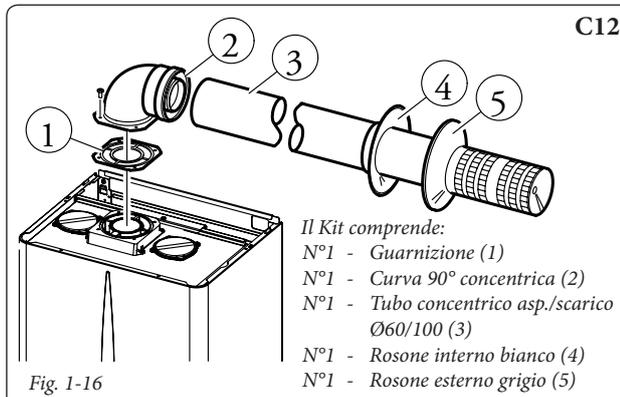

Fig. 1-16
Kit orizzontale di aspirazione - scarico Ø60/100. Montaggio kit (Fig. 1-16): installare la curva con flangia (2) sul foro centrale della caldaia interponendo la guarnizione (1) e serrare con le viti presenti nel kit. Innestare il tubo terminale (3) con lato maschio (liscio), nel lato femmina (con guarnizioni a labbro) della curva (2) sino a portarlo in battuta, accertandosi di avere già inserito il relativo rosone interno ed esterno, in questo modo si otterrà la tenuta e la giunzione degli elementi che compongono il kit.